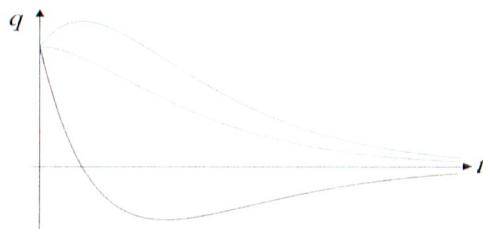

Рис. 3. Возможные зависимости величины заряда конденсатора от времени в случае апериодического процесса
Если величина активного сопротивления такова, что $\omega_0 \leq \alpha$, то колебания в цепи не возникают. Происходит *апериодический* разряд конденсатора (рис. 3), при этом величина заряда, напряжения с течением времени асимптотически стремится к нулю. Сопротивление R_{kp} , при котором колебательный режим переходит в апериодический, можно найти из условия $\omega_0 = \alpha$. Режим, соответствующий этому условию, называется *критическим*. Сопротивление R_{kp} также называется *критическим*. Подставляя в это условие формулы (3), для критического сопротивления получаем:
9. Увеличивая сопротивление магазина сопротивлений R_m , найти то его значение $R_{m\text{ кр}}$, при котором колебательный режим переходит в апериодический. При апериодическом процессе кривая $U(t)$ пересекает ось времени не более одного раза (рис. 3). Записать значение $R_{m\text{ кр}}$ в табл. 2.